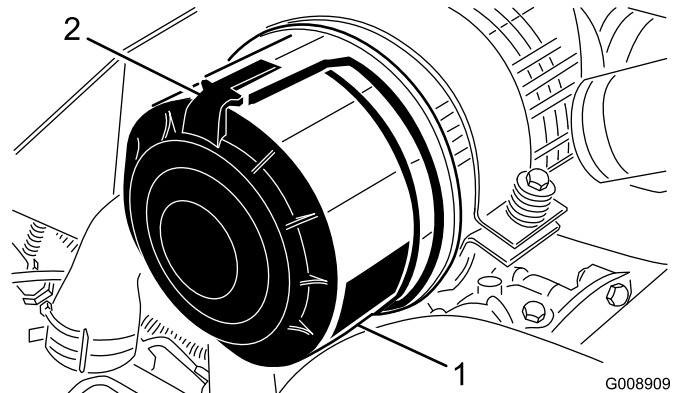

Bild 59
1. Lösen Sie die Laschen, mit denen die Abdeckung am Luftfiltergehäuse befestigt ist (Bild 59).